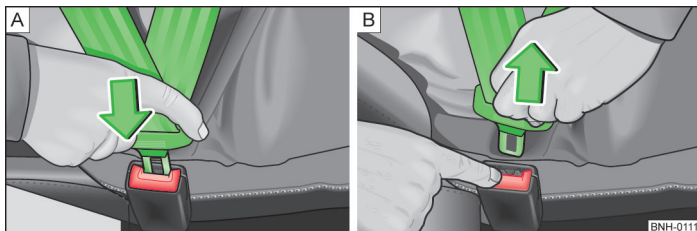

Fig. 109 Fixarea sau desfacerea centurii de siguranță
- » Introduceți clemă de fixare în cataramă aferentă a centurii de siguranță » fig. 109 - [A] până când se fixează cu un declic.
- » Apăsăți tasta de culoare roșie de pe cataramă centurii » fig. 109 - [B], lamela de fixare sare afară.